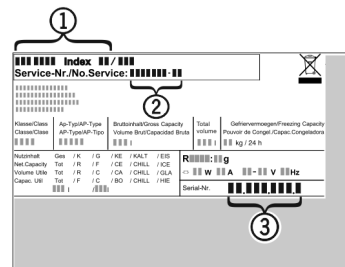

Fig. 3
- ▶ A készülék megnevezését *Fig. 3 (1)*, a szerviz- *Fig. 3 (2)* és sorozatszámot *Fig. 3 (3)* a típustábláról olvassa le. A típustábla a készülék belsejében baloldalon található.
- ▶ Értse a vevőszolgálatot a hibáról, és adja meg nekik a készülék megnevezését *Fig. 3 (1)*, a szerviz- *Fig. 3 (2)* és a sorozatszámot *Fig. 3 (3)*.